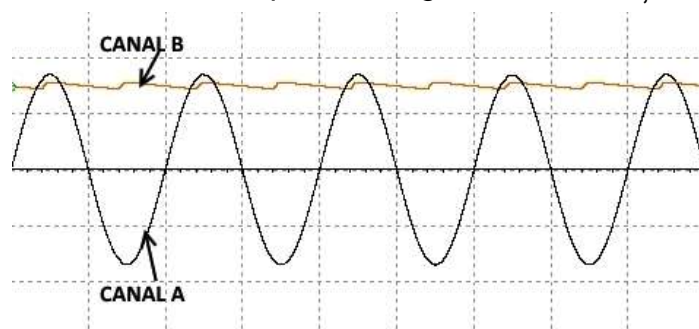

Figura 4.13 Oscilograma redresorului mono-alternanță – cu filtru
5. Cu întrerupătorul K în poziția închis (tensiunea este filtrată) se simulează funcționarea și se notează în tabelul 4.2 valorile U_{ef} și U_{med} indicate de voltmetrele din circuit și U_v indicată de osciloscop. Oscilograma în această situație este prezentată în **figura 4.13**. Osciloscopul este reglat la 10 V/div și 10 ms/div;